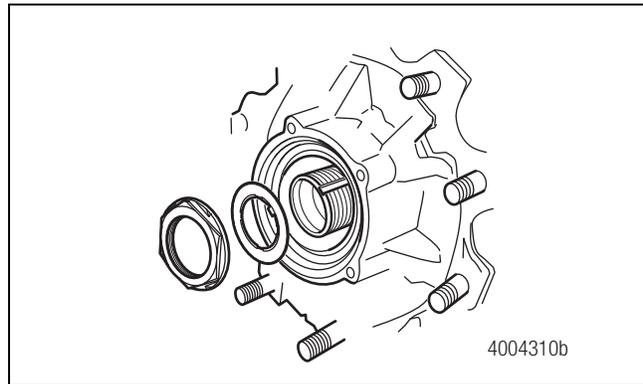

Figura 4.17
2. Retire la tuerca de espiga del extremo de la espiga. Figura 4.17. Revise para cerciorarse que la tuerca de la espiga no tenga resistencia y que las roscas no estén dañadas. Enrosque completamente la tuerca, a mano, a todo lo largo de la rosca, sin la arandela de traba en su sitio. Luego, retire la tuerca.